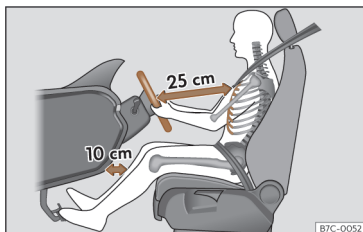

Fig. 25 Ajuste correto do banco.
- Ajuste o **banco do condutor** longitudinalmente de forma que com as pernas ligeiramente dobradas possa pisar os pedais a fundo e a distância ao painel de instrumentos na zona dos joelhos seja de pelo menos 10 cm >>> Fig. 25.
- Ajuste o banco do condutor de modo a ficar um espaço de pelo menos 25 cm >>> Fig. 25 entre o seu peito e o centro do volante.